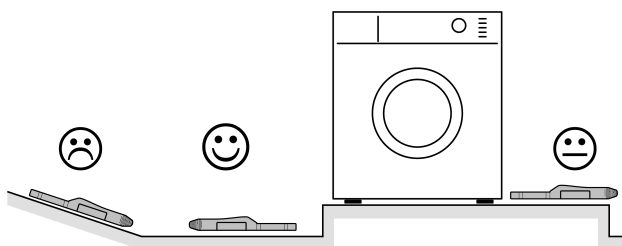

Bild 3: Lämpliga och olämpliga monteringsplatser
- i** Placera inte enheten på lutande ytor, upphöjningar eller socklar (Bild 3). Hitta en lämplig monteringsplats där läckande vatten snabbt kan upptäckas.
- Placera enheten direkt på den yta som ska övervakas. Sensorytan (3) måste vara nedåt.
- i** Ventilationsöppningen (4) får inte användas för att fixera enheten.
- i** För enheten ska fungera måste vätska kunna nå sensorytan (3).
- i** Ventilationsöppningen (4) stödjer sensorfunktionen och bör vara fri från smuts.